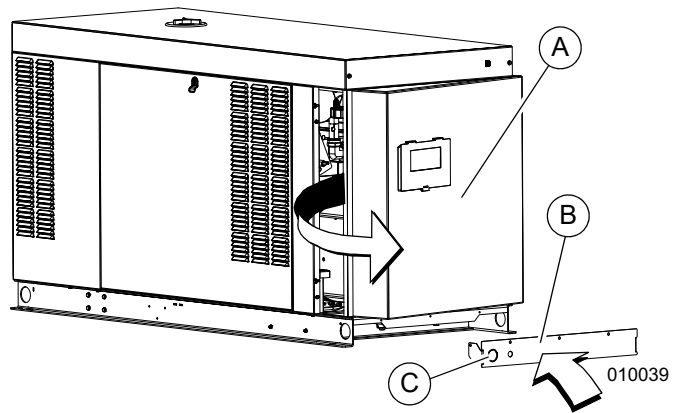

Рис. 5-2. Снимите заднюю панель и крышку области разводки проводов
1. См. Рис. 5-2. Снимите шесть винтов с нейлоновыми шайбами, крепящих заднюю панель (A) к корпусу. Для достижения наилучших результатов поверните левую сторону панели наружу от корпуса, прежде чем отсоединять правую сторону.
ПРИМЕЧАНИЕ. См. Рис. 5-2. Извлеките выбивную заглушку и проложите проводку принадлежностей к приобретаемой заказчиком защищенной от атмосферных воздействий кабельной коробке. Убедитесь, что провода не касаются движущихся или вибрирующих частей двигателя, поскольку истирание проводов может привести к проблемам с электропроводкой.